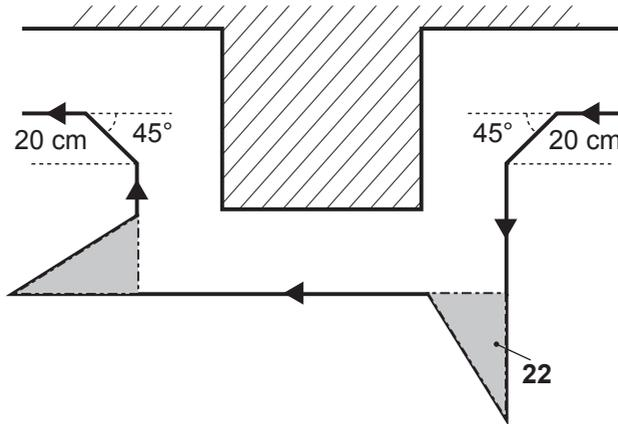

Fig. 9
- > En cas de bosses importantes (supérieures à 2 cm, inférieures à 10 cm) ou de creux importants (d'une largeur supérieure à 10 cm et d'une profondeur supérieure à 2,5 cm), vérifiez si les lames toucheront le sol ou si la tondeuse risque d'être bloquée (Fig. 9). Dans ce cas, soit diminuez la pente ou excluez ces zones avec le câble périphérique.
- > Pour former des angles intérieurs, utilisez un nombre de piquets permettant d'arrondir le virage et d'éviter des angles droits. Utilisez le gabarit équerre (22) pour placer le câble périphérique par rapport à des obstacles rigides avec des coins saillants. Cette forme permet à la tondeuse robot de couper l'herbe le long du câble le plus près possible de l'obstacle sans rayer les coins. (Fig. 9)